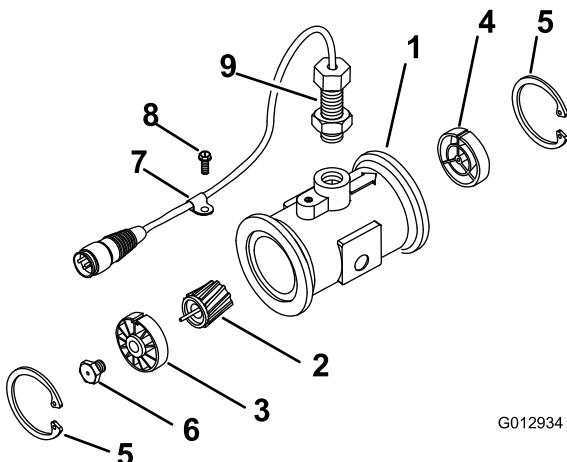

Figura 67
3. Retire o anel de retenção do lado superior (Figura 67).